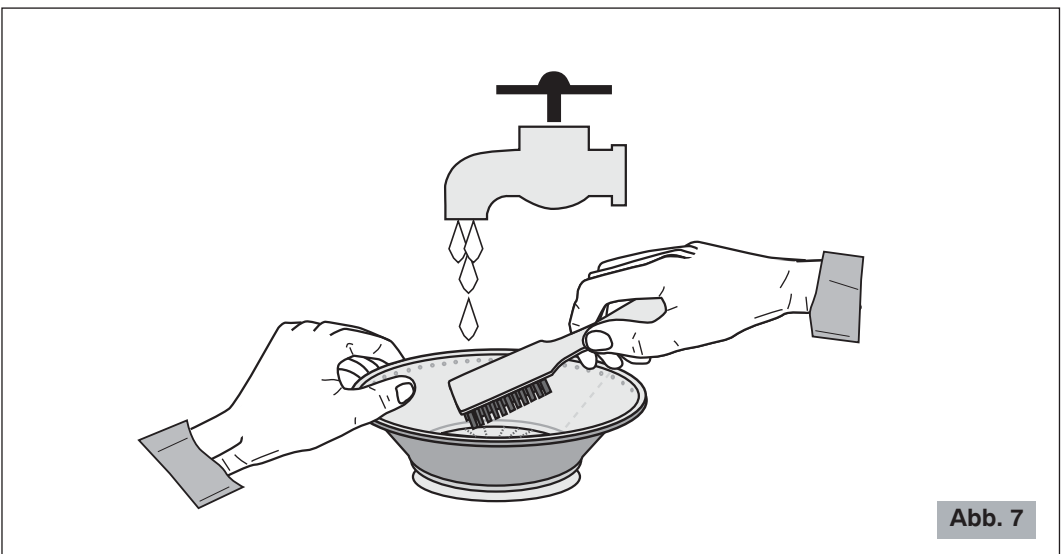

Abb. 7
- Um mehr Saft zu erzielen, muss der Korb immer mit einer Nylon-Bürste gereinigt werden. Den Korb unter den Wasserhahn halten und mit der Bürste die Innenseite des Siebes reinigen (siehe Abb. 7), danach gegen das Licht kontrollieren, dass keine Verstopfungen der Löcher des Filtersiebes vorhanden sind. Sollten noch Verstopfungen vorhanden sein, den Korb in warmes Wasser mit 12% Zitronensaft bzw. Essig legen, um die Verstopfungen zu entfernen. Andernfalls den Korb im Geschirrspüler reinigen.